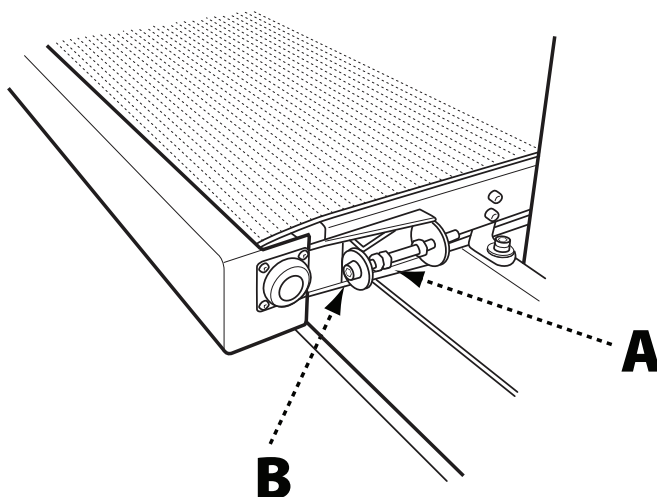

FIG. 8
2. Relâchez la tension sur la courroie d'alimentation en desserrant les écrous de blocage (A) sur les boulons de réglage de la courroie d'alimentation (Fig. 8), puis en serrant les boulons de réglage de la courroie d'alimentation (B) jusqu'à ce qu'ils soient suffisamment desserrés pour retirer l'ensemble de la courroie d'alimentation. .